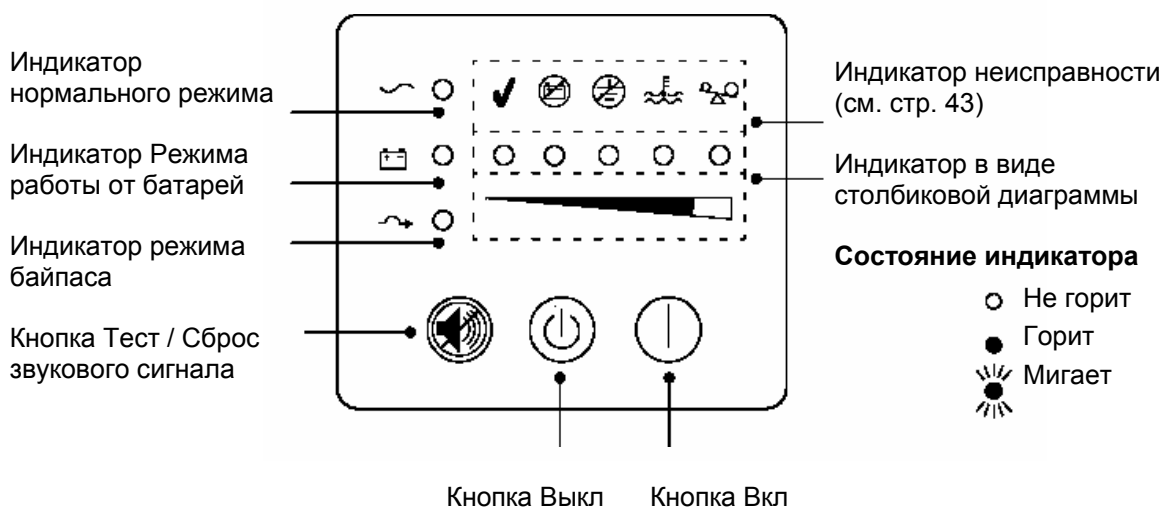

Рисунок 15. Передняя панель ИБП
11. Нажмите кнопку Вкл. | (см. рисунок 15 на странице 16). Индикатор  перестанет мигать, и индикаторы в виде столбиковой диаграммы покажут величину нагрузки, подключенной к ИБП. ИБП перешел в Нормальный режим и выдает напряжение на нагрузку. Чтобы понять, как работать с ИБП, обратитесь к разделу «Режимы работы» на странице 16. Чтобы изменить параметры, установленные по умолчанию на заводе, см. раздел «Конфигурирование» на странице 21.
После подключения ИБП к сети электропитания запускается самотестирование, и ИБП переходит в режим ожидания. Чтобы включить ИБП, нажмите кнопку Вкл. на передней панели (см. рисунок 15 на стр.16). Индикатор  загорится, и индикаторы в виде столбиковой диаграммы покажут величину нагрузки, подключенной к ИБП.